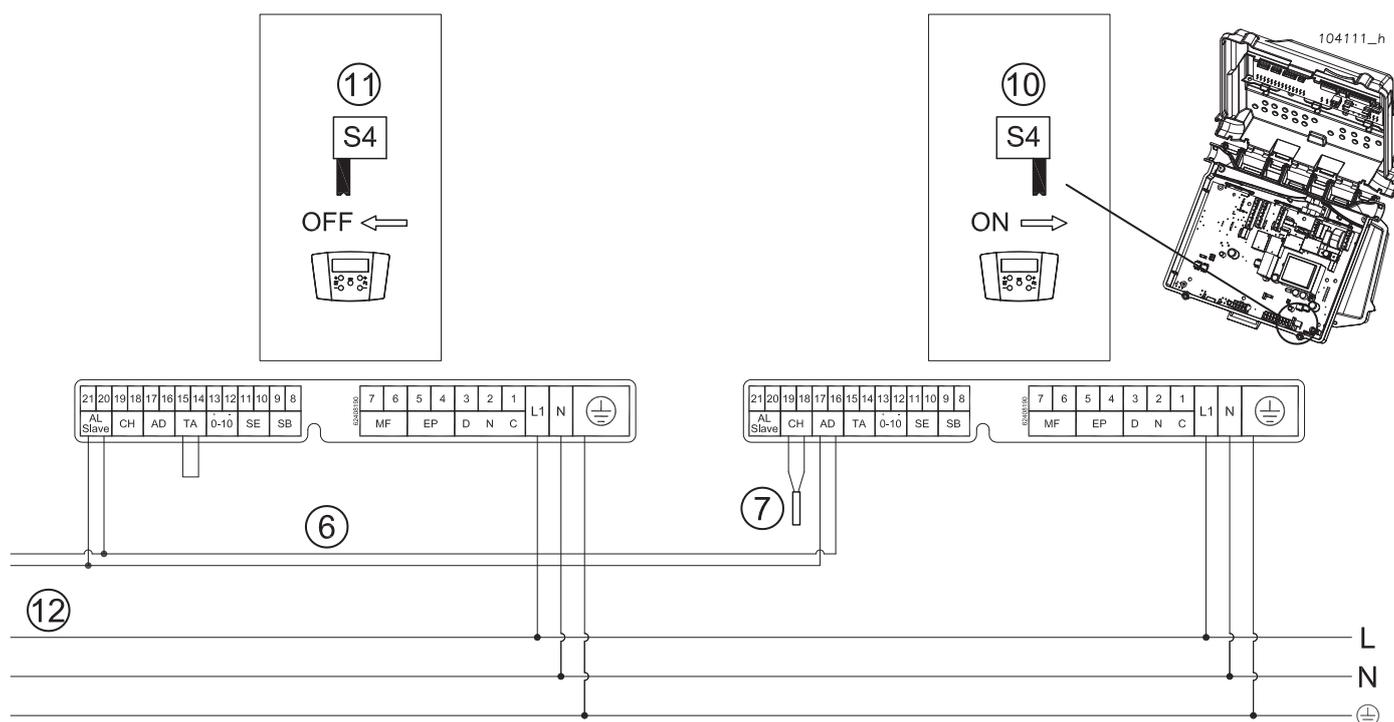

Figura 5-12 - Schema di collegamento elettrico apparecchi in cascata
- 2 - Eseguire l'installazione elettrica come da Figura 5-12;